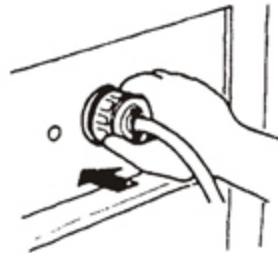

Рис. 31
5.5.2 З'єдняйте з електричними приладами (Рис. 31)